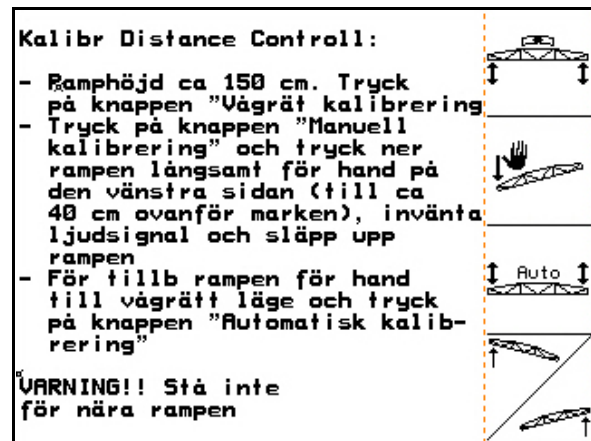

Bild 18
1. (Bild 18) starta automatisk kalibrering.